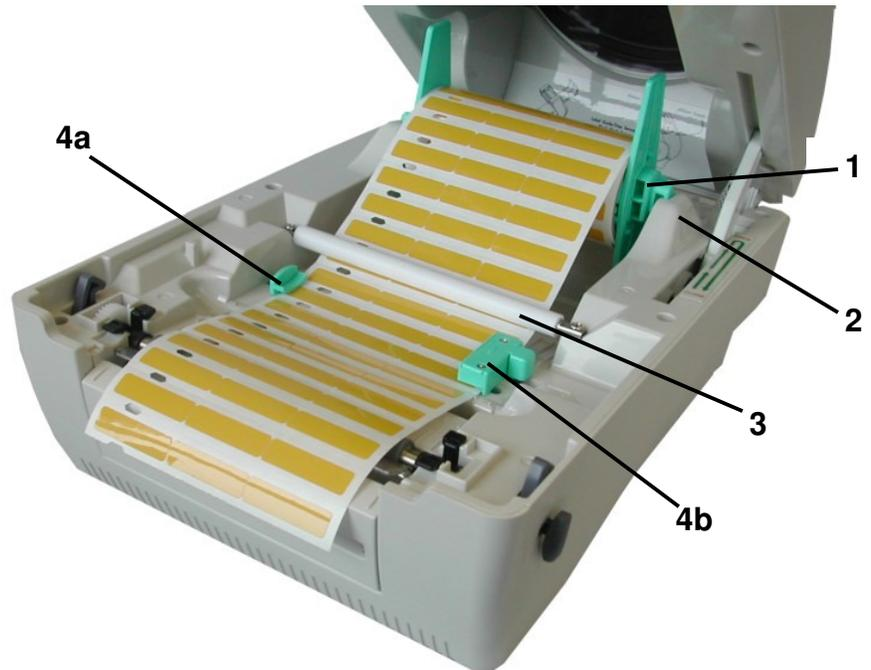

Abbildung 8 Etikettenmaterial einlegen
5. Materialrolle (4) auf die Materialhalterstange (1) setzen
6. Materialhalter (2) mit der glatten Seite zum Material hin auf die Materialhalterstange (1) setzen und die Materialrolle auf der Stange zentrieren
7. Materialhalter (Abbildung 8, Pos 1) in die dafür vorgesehenen Kerben (2) des Druckers wieder einsetzen